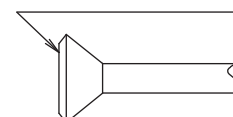

Fig. 13
- Când conectați piulița olandeză, acoperiți secțiunea evazată (interior și exterior) cu ester sau eter, rotiți mai întâi de trei sau patru ori, apoi înfiletați. **(Consultați Fig. 13)**